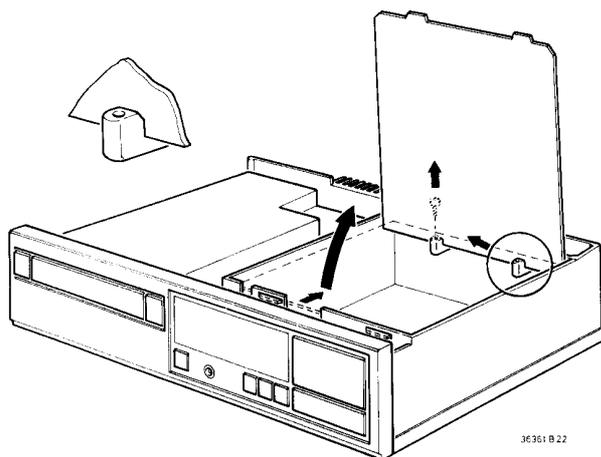

Fig. 4
- Door de dekodeerprint in de servicestand te plaatsen (zie Fig. 4) kan zowel aan de dekodeerprint als aan de servoprint (onderdelenzijde) worden gemeten. Wanneer de servoprint uit het apparaat moet worden genomen verwijder dan de 4 schroeven aan de componentzijde van de servoprint. Nadat de connectoren zijn losgenomen kan de servoprint naar boven uit het apparaat worden genomen.